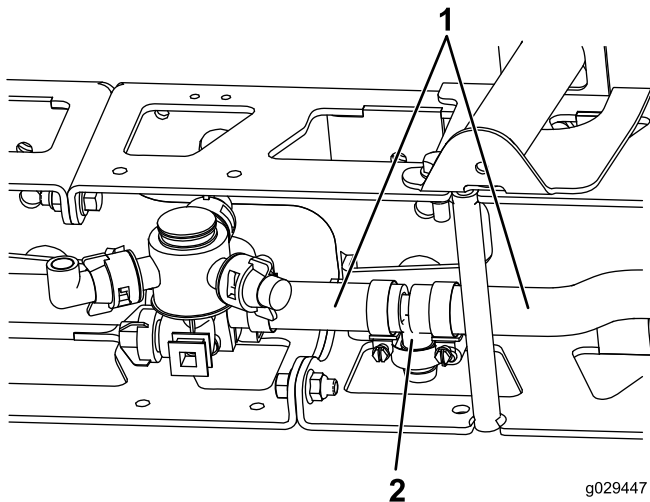

Figura 7
4. Retire el acoplamiento en T y las mangueras correspondientes (Figura 7).